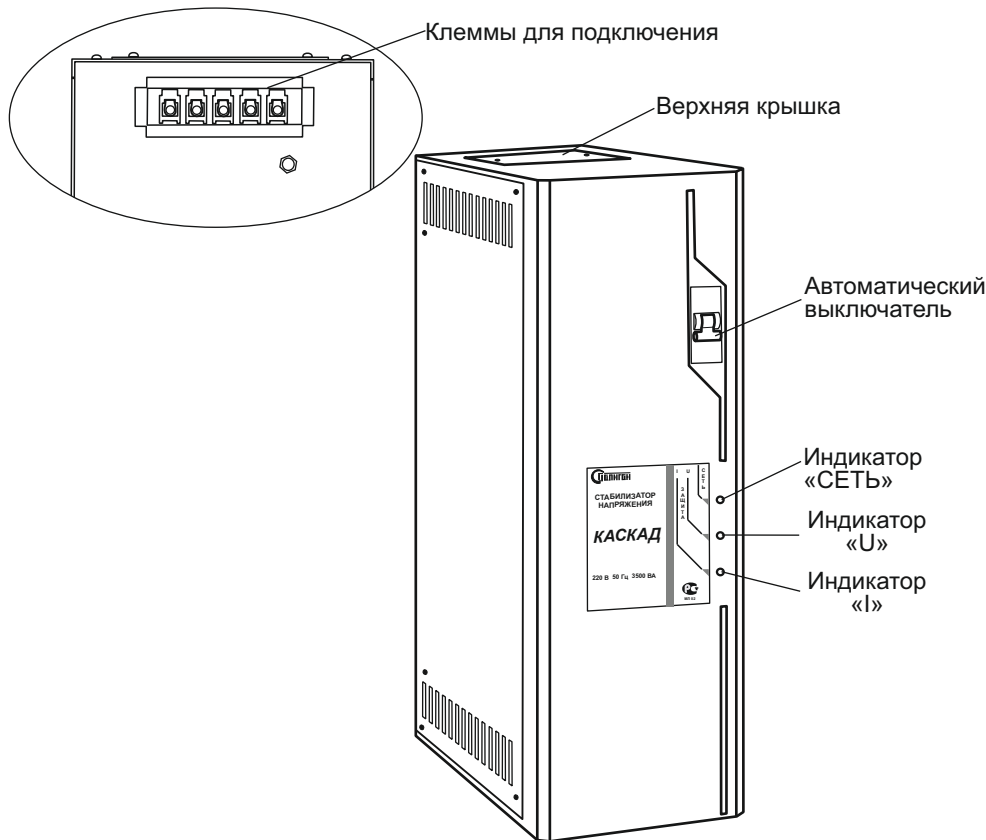

Рис. 1. Внешний вид стабилизатора
1.3.3 На передней панели блока (рис. 1) находятся:
2.3.1 Для включения стабилизатора установить клавишу автоматического выключателя в положение «ON», при этом включается зеленый индикатор «СЕТЬ» (рис.1) и через 1-2 сек происходит подключение нагрузки.